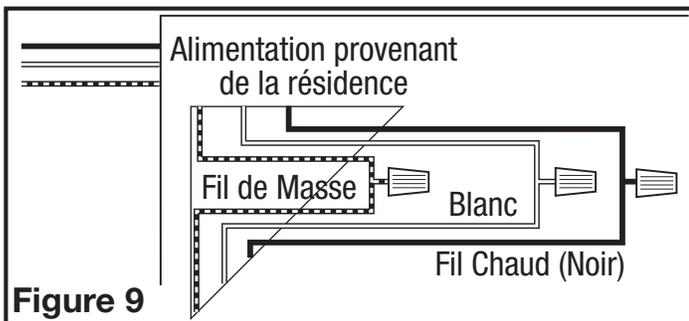

**Figure 8**
- 1b. **Compartiment de Câblage Intérieur** : Si le moteur est déjà installé dans le boîtier à l'aide d'une douille de 7/16", enlevez les deux écrous hexagonaux maintenant l'unité de ventilation en place. Soulevez le l'unité et faites-la glisser hors des languettes sur le boîtier (Figure 7). Retirez la vis du couvercle du compartiment de câblage et placez le couvercle dans un endroit sûr (Figure 8).